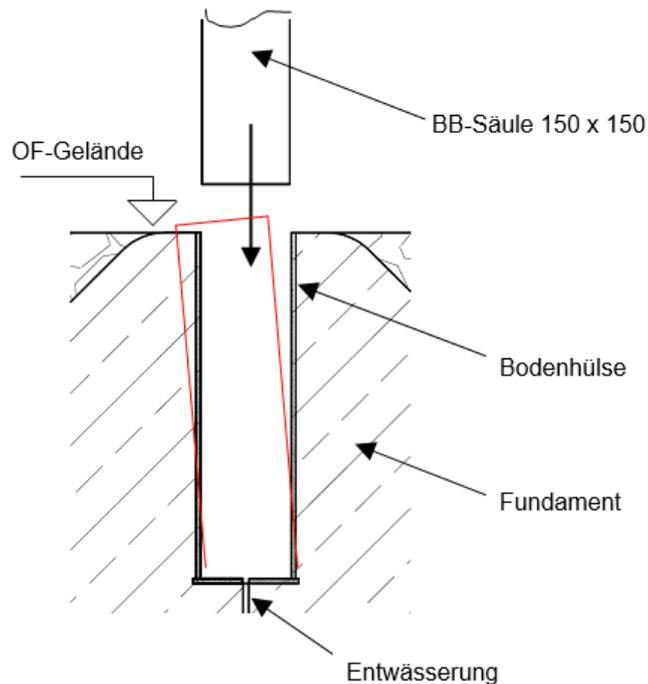

Abb.1: Einbau Bodenhülse
Die Bodenhülse (1) in Betonfundament (wie dargestellt oben abgerundet, 1x1x1 m) oben bündig abschließend einsetzen (siehe Abbildung 1). Die Bodenbuchse ist rechtwinklig zur Spielfeldlinie zu platzieren. Die Bodenbuchse muss 4–5 mm nach hinten geneigt sein, um die kopflastige Neigung der Anlage auszugleichen. Um die Lebensdauer Ihrer Anlage zu verlängern, sollte der Ablauf des Regenwassers gewährleistet sein. Dieses kann über einen Ablaufkanal unterhalb der Bodenbuchse realisiert werden oder über ein ins Fundament eingesetztes Leerrohr. (Montagezeichnung siehe Abb. 2)